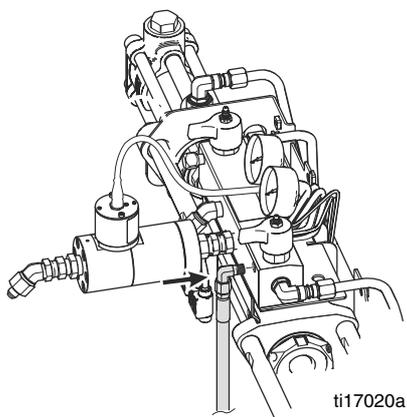

FIG. 18 : Raccordement du flexible sur le collecteur de fluide
8. Installez les raccords (réf. 3) de ce kit à la place des raccords de circulation. Consultez la FIG. 18.
12. Raccordez l'autre extrémité du flexible au collecteur de fluide comme illustré dans la FIG. 18.